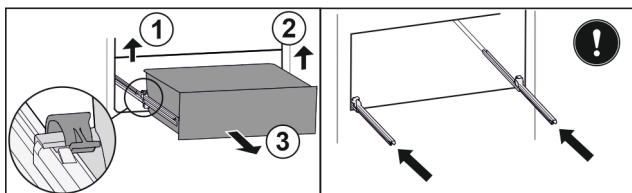

Fig. 64
- ▶ Zvedněte levou svorku a současně vytáhněte zásuvku vlevo dopředu. Fig. 64 (1)
- ▶ Zvedněte pravou svorku a současně vytáhněte zásuvku vpravo dopředu. Fig. 64 (2)
- ▶ Vyjměte zásuvku dopředu. Fig. 64 (3)